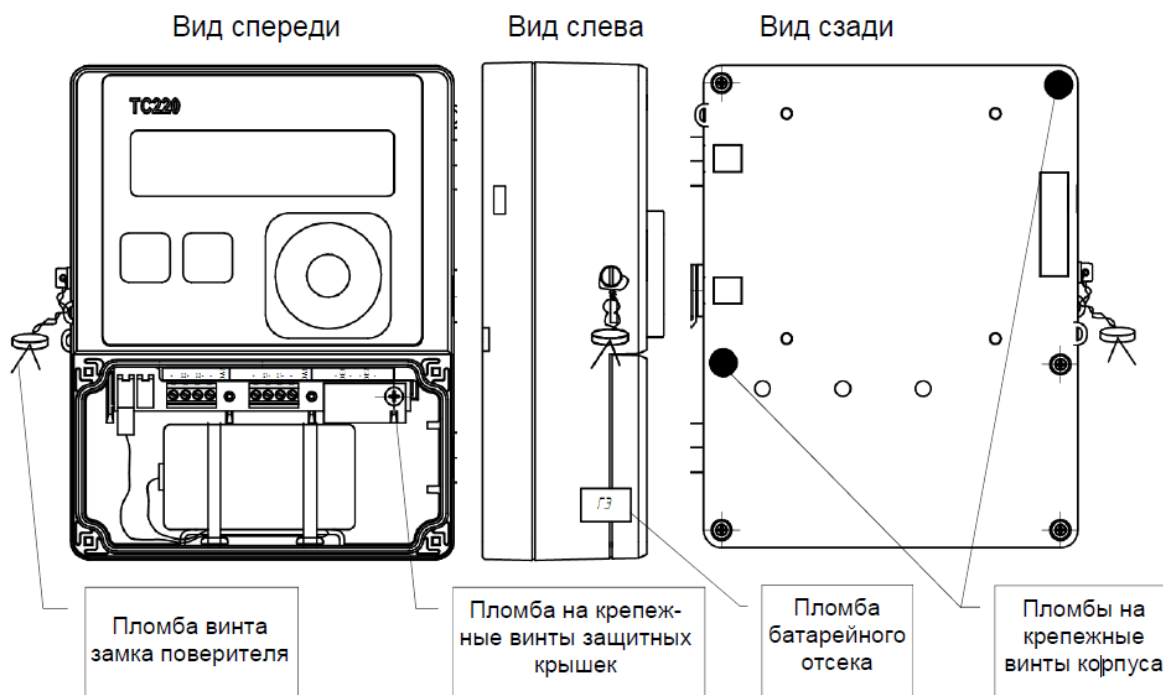

Рис. 2 Пломбирование корректора ТС220
- Опломбируйте корректор в соответствии со схемой размещения пломб (Рис. 2).
Корректор ТС220 пломбируется на заводе изготовителе таким образом, что исключена возможность его вскрытия без нарушения пломб (Рис. 2).